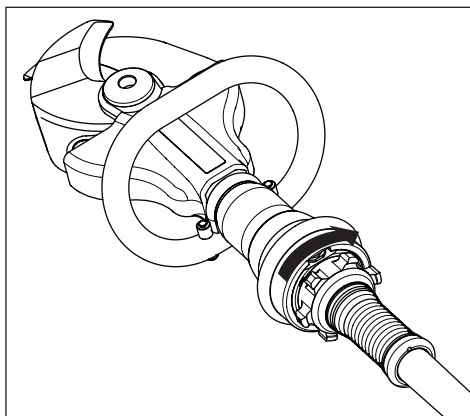

Figura 7, Cerrar cortador
- Para cerrar las cuchillas: Gire la perilla hacia la derecha y manténgala en esa posición. Ver la Figura 7.